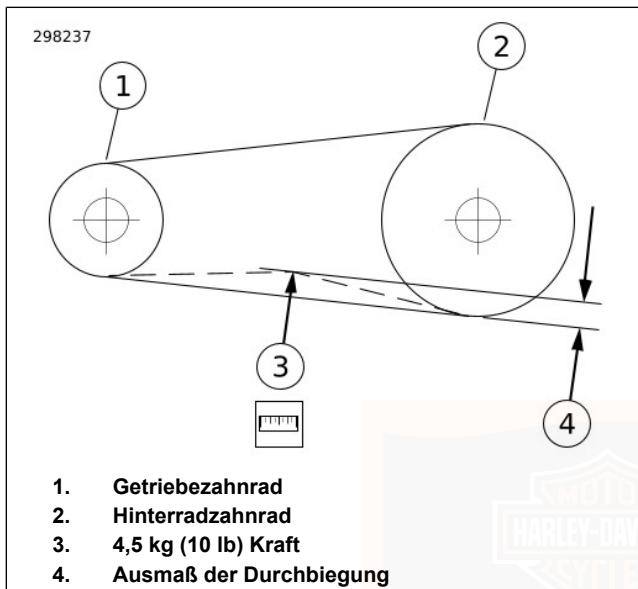

Abbildung 60. Riemendurchbiegung überprüfen
b. **Alle anderen Modelle:** Siehe Abbildung 60. Bei stillgehaltenem Messgerät Riemendurchbiegung (4) messen.